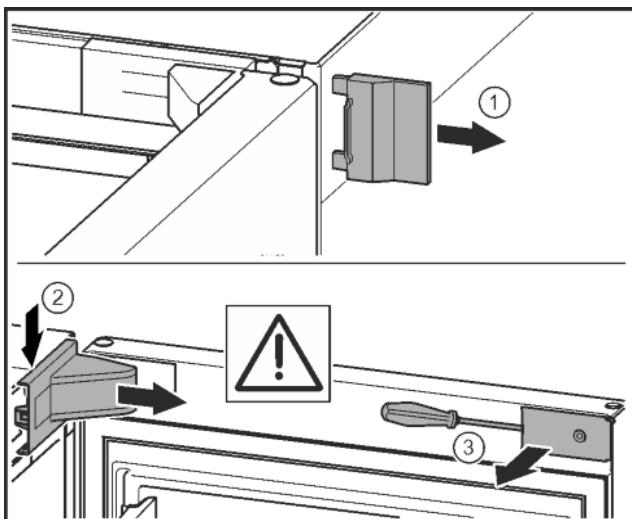

Fig. 6
- Зніміть зовнішню кришку. Fig. 6 (1)
- Звільніть і ослабте кришку опорного кронштейна. Зніміть кришку опорного кронштейна. Fig. 6 (2)
- За допомогою шліцевої викрутки звільніть від фіксатора та поверніть убік накладку. Fig. 6 (3)